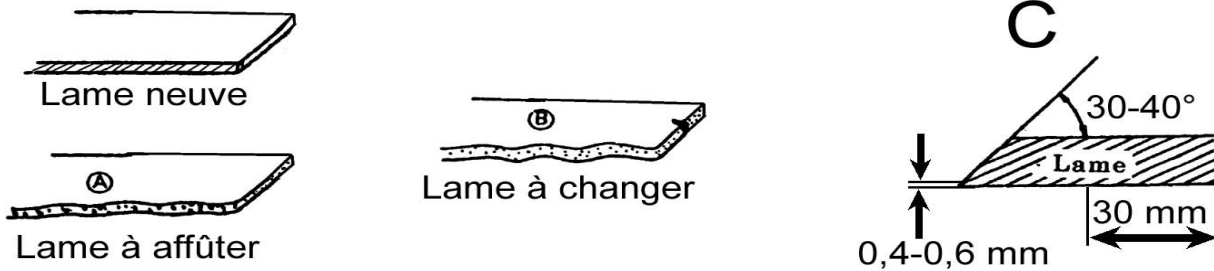

Figure 12
- Si votre lame a l'aspect de celle schématisée sur la figure 12, repère A, affûtez-la.
- Si votre lame a l'aspect de la lame schématisée sur la figure 12, repère B, changez-la.
- Maintenez lors de l'affûtage, l'angle d'affûtage de la lame qui dans le cas présent doit être compris entre 30 et 40 degrés (figure 12, repère C).
- Maintenez un rebord de coupe compris entre 0,4 à 0,6 mm (figure 12, repère C). Un rebord de coupe plus fin s'émoussera et se cassera plus facilement.